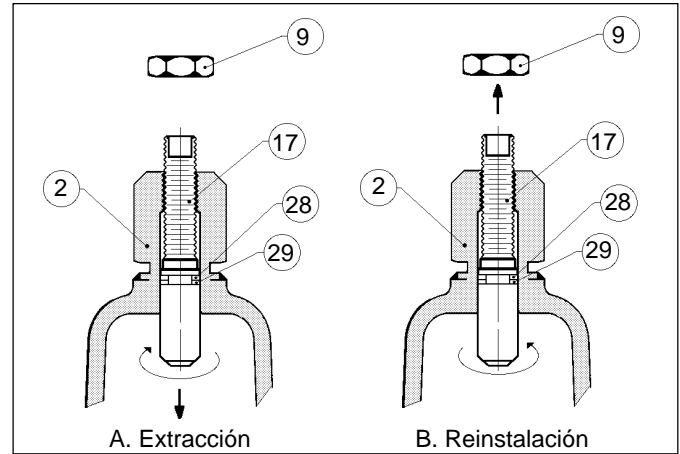

Figura 1: Inspección del arosello del tornillo de ajuste (17)
NO INTENTE RETIRAR EL TORNILLO DE AJUSTE (6) DE LA PARTE SUPERIOR DE LA CÁMARA DEL RESORTE (2). El tornillo de ajuste (6) va enroscado hacia arriba desde el interior de la cámara del resorte (2) y el sentido de rotación CCW que se usa para liberar la tensión del resorte (14) llega a un tope. No haga mayor fuerza sobre el tornillo de ajuste (6) al llegar a este tope ya que se puede dañar y hacer que la unidad no funcione. *Vea la figura 1.*
1. Instale bien el cuerpo (1) en una prensa de banco, con la cámara del resorte (2) dirigida hacia arriba.
2. Saque la tapa del tornillo de compresión (22).
3. Afloje la tuerca de cierre (9), girándola en sentido CCW. Alivie la tensión del resorte (18) girando el tornillo de ajuste (17) en sentido CCW.
4. Pinte o haga una marca de alineación entre la pieza del cuerpo (1) y el montaje secundario de la cámara del resorte (2) a lo largo del área de las bridas.